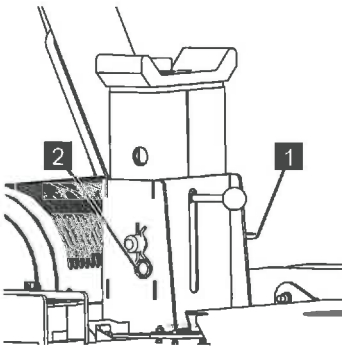

Abb. 102
6. Den Befestigungsbolzen (Abb.102/1) einschieben und mit dem Federsplint (Abb.102/2) sichern.